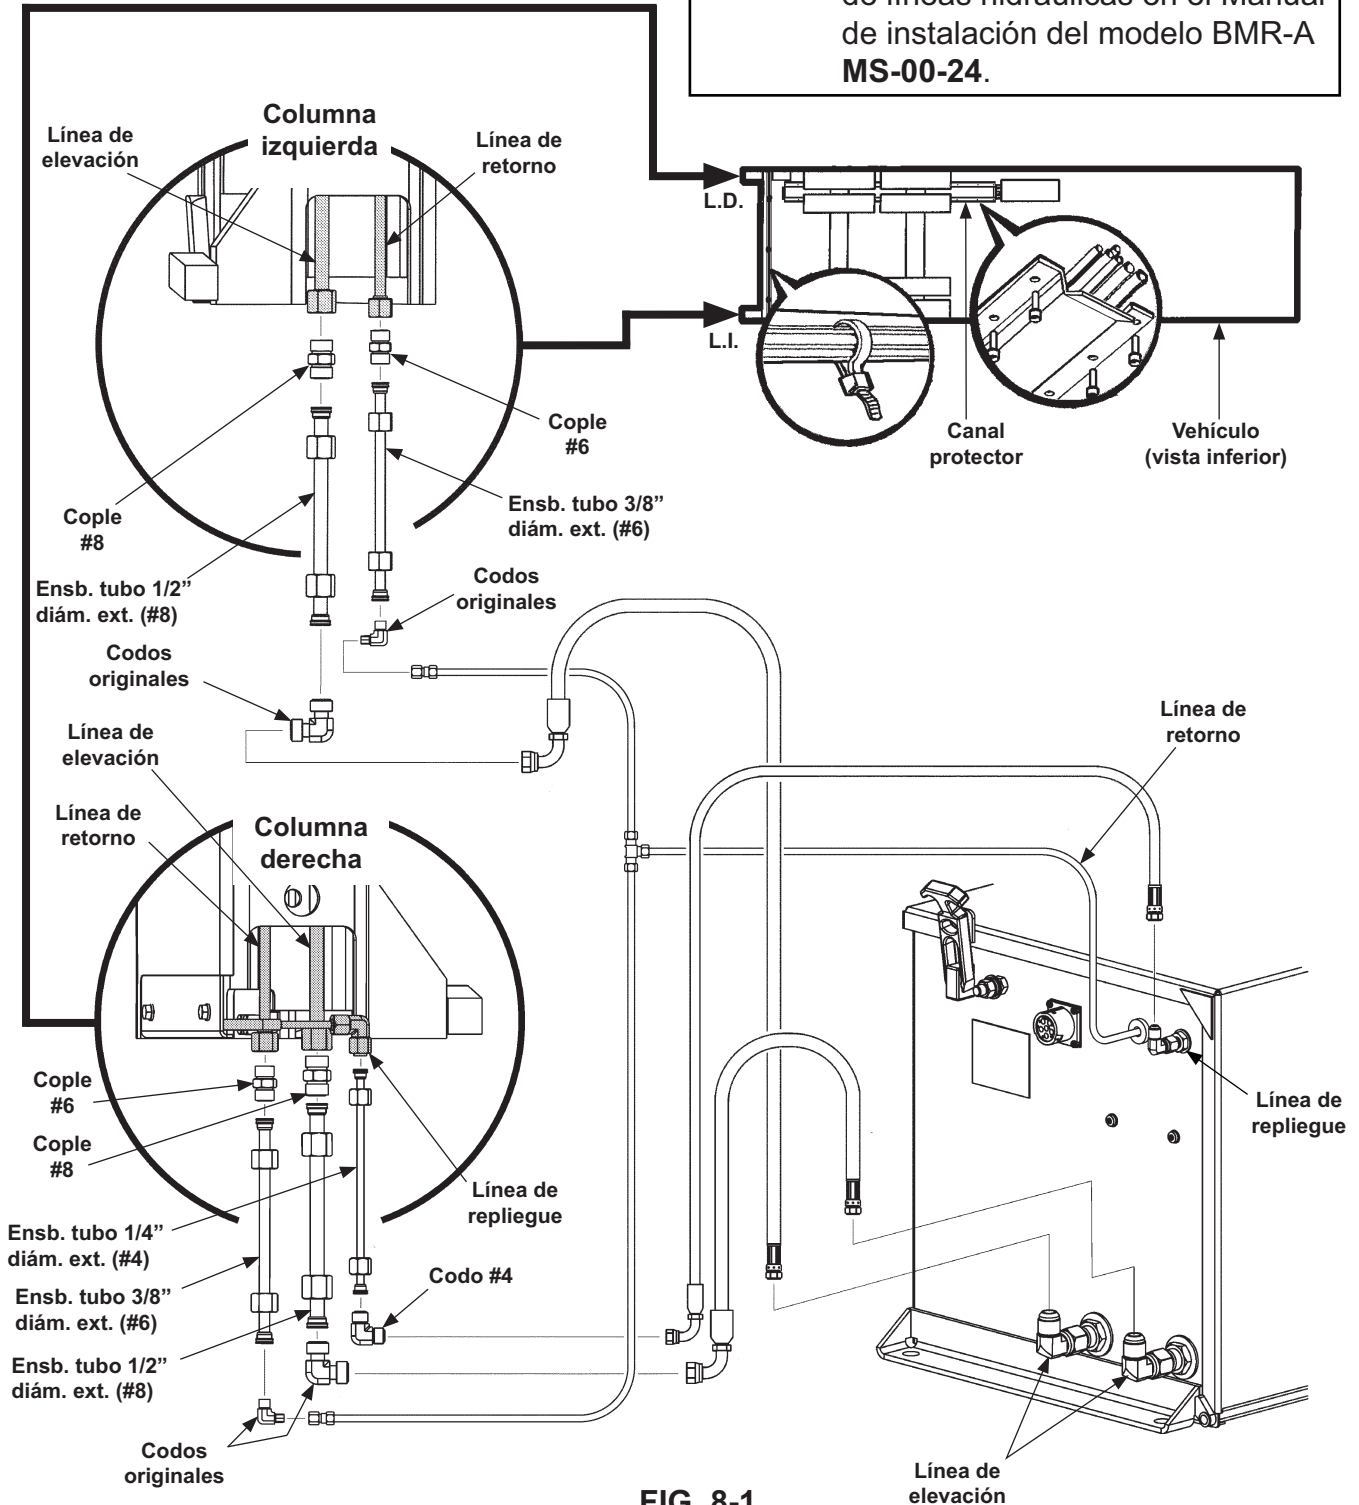

FIG. 8-1
6. Retire los codos originales de las líneas de descenso asistido (**FIG. 7-1**), líneas de retorno (**FIG. 8-1**) y líneas de elevación (**FIGS. 7-1 y 8-1**).